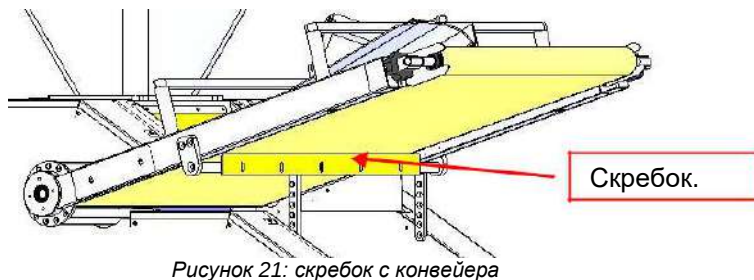

Рисунок 21: скребок с конвейера
1. Конвейер снабжен скребком, который служит для снятия налипаний его нужно периодически очищать (рис. 21). Раз в неделю, удалите налипание на скребке и если нужно очистите ленту влажной тканью.